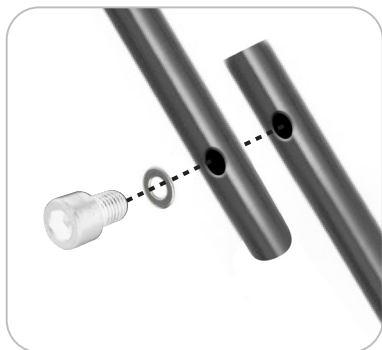

Fig. 1
- Se debe usar una arandela entre el tornillo y los mangos. **(Fig. 1)**